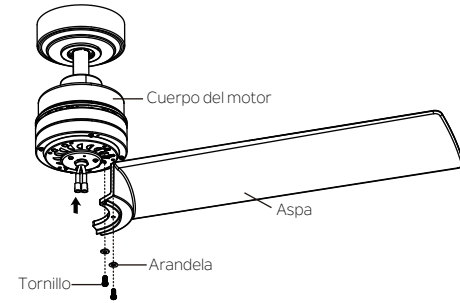

Fig. 16
**Paso 1.** Sujete levemente el aspa al cuerpo del motor con arandelas y tornillos proporcionados en el paquete de piezas metálicas de acoplamiento de las aspas. Luego, ajuste bien después de haber acoplado los dos tornillos. (Fig. 16).